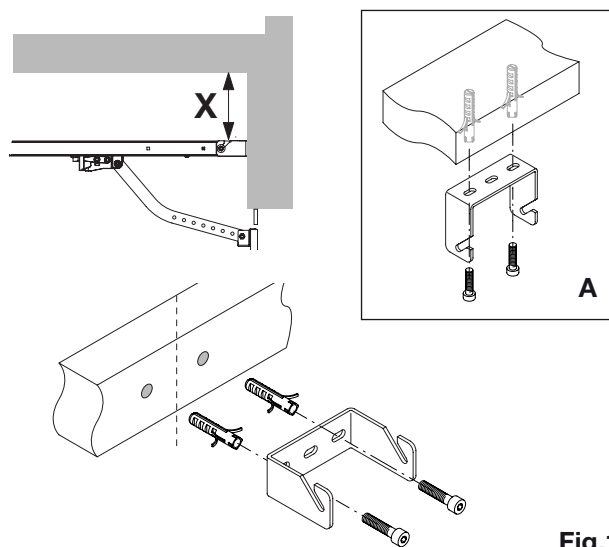

Fig.19
1) En respectant les valeurs indiquées dans le paragraphe "Contrôles préliminaires", marquer au centre de la porte les deux orifices pour la fixation de l'étrier JMP. 3 comme représenté en figure 19.